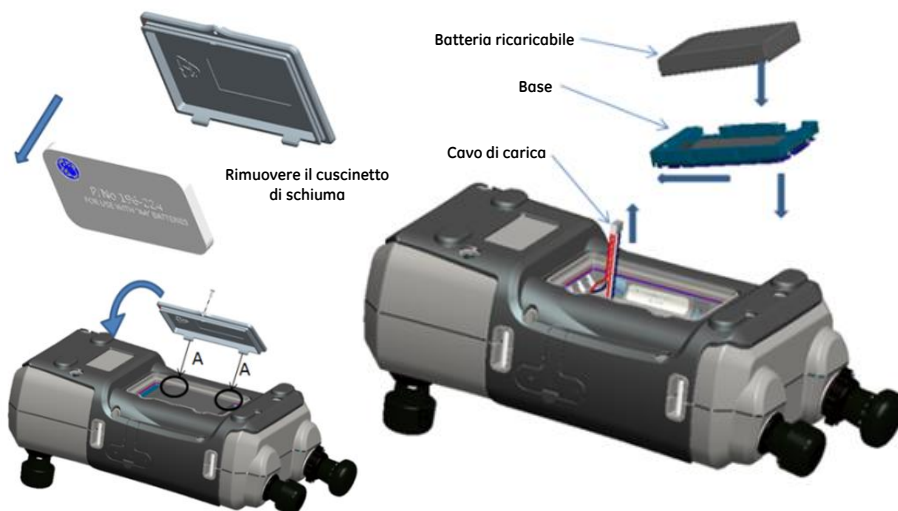

Figura 2 Inserimento kit batteria ricaricabile
6. Rimontare il coperchio della batteria. Chiudere il vano batteria premendo le linguette all'interno delle fessure corrispondenti (A) e abbassare il coperchio tenendolo inclinato, quindi fissarlo serrando la vite di fissaggio (vedere Figura 2).